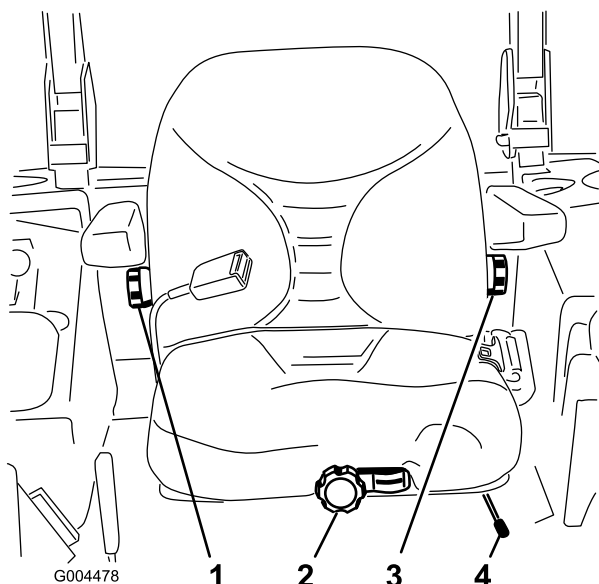

図 35
1. 調整は、レバーを横に動かしてシートのロックを解除して行う(図 35)。
運転席に座らずに、座席前部にあるノブを、オペレータの体重に合わせてセットします(図 35)。
調整は、右側アーム・レストの下にあるノブを回して行います(図 35)。
調整は、左側アーム・レストの下にあるノブを回して行います(図 35)。